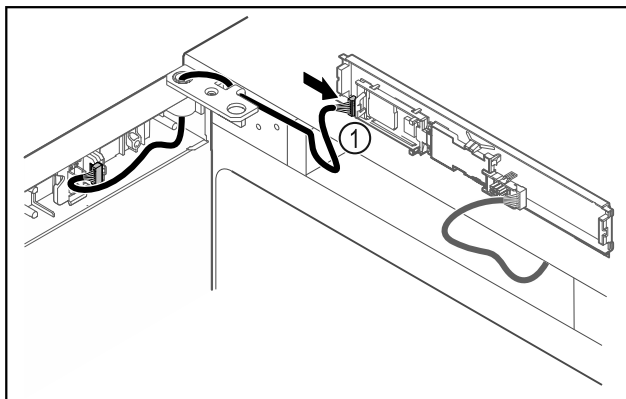

Fig. 47
- ▶ Подключите штекер Fig. 47 (1) к панели.